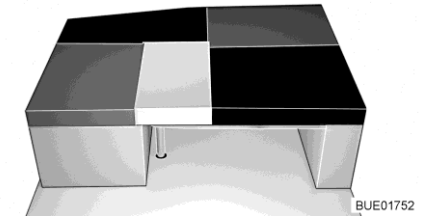

Bild 154 Nach dem Umbau
- Das Rückenpolster des Seitensitzes/der Seitensitzbank auf den Tisch legen (zwischen das Sitzpolster des Seitensitzes/der Seitensitzbank und das Zusatzpolster, siehe Bild 154).